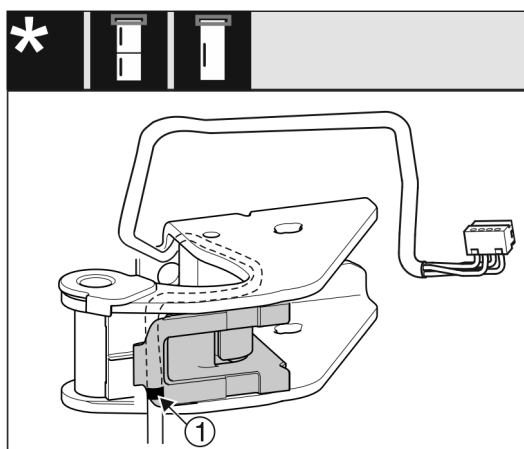

Fig. 28
- ▶ Το μεσαίο σημάδι πρέπει να βρίσκεται στην ακμή του στηρίγματος καλωδίων Fig. 28 (1).